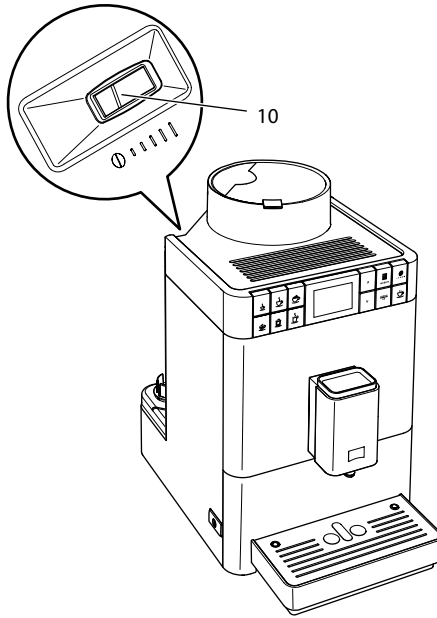

Fig. 16: Palanca para ajustar el nivel de molido
- » En la carcasa aparece la palanca "Ajuste de nivel de molido" (10).
2. Mueva la palanca hacia la izquierda o derecha, como se muestra en Fig. 16.